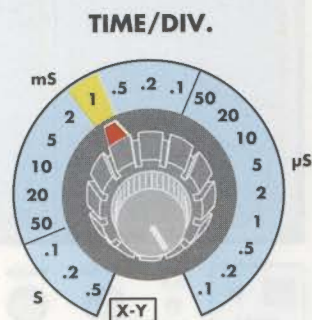
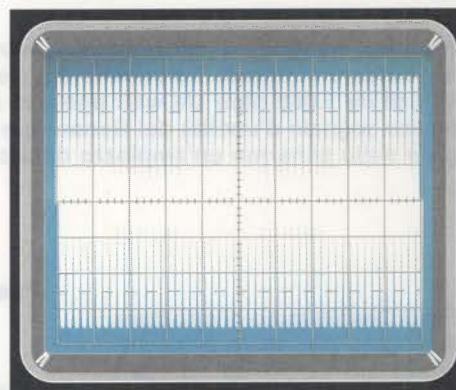

Fig.4 Ruotate il selettore del Time/div. sulla posizione 1 millisecondo per vedere un segnale come visibile nelle figg.8-9-10.
Fig.9 Aumentando la frequenza del Generatore RF ne troverete una che farà espandere la fascia orizzontale fino ad arrivare ad un massimo di circa 7 quadretti.
- ruotare il selettore **Time/div.** (vedi fig.4) sul tempo di **1 millisecondo** in modo da vedere sullo schermo un'ampia **fascia di segnale** (vedi fig.9), quando sull'ingresso dell'Oscilloscopio viene applicato il segnale prelevato dal **Generatore RF**;
Dopo aver predisposto l'**oscilloscopio** come abbiamo indicato, l'operazione successiva consisterà nel collegare **direttamente** il cavetto d'uscita del **Generatore RF** al **puntale della sonda** del nostro **oscilloscopio** e nel ruotare la manopola **RF Output** (segnale d'uscita) del **Generatore RF** fino a far apparire sullo schermo una **fascia di segnale** che copra circa **6-7 quadretti** in **verticale** come visibile in fig.9.
**E** = selettore della Base dei Tempi chiamato anche Time/div. (vedi fig.4)
(vedi fig.9), consigliamo di non toccare più la manopola RF Output del Generatore RF.
Raggiunta la **massima ampiezza** (vedi fig.9), continuando a ruotare la manopola di **sintonia** del **Generatore RF** il segnale tornerà ad **abbassarsi** (vedi fig.10).
La **frequenza** che ci ha permesso di raggiungere la **massima ampiezza** (vedi fig.9), corrisponde alla frequenza di **accordo**.
Fig.5 Per misurare il valore in microhenry o millihenry di una induttanza o di una impedenza, occorre collegare tra l'uscita del Generatore RF e il puntale dell'Oscilloscopio due resistenze da 1.000 ohm 1/4 watt poste in serie. Ruotate quindi la manopola "RF Output" (ampiezza segnale d'uscita) del Generatore RF in modo da ottenere un segnale che riesca a coprire sullo schermo un'ampiezza di circa 6-7 quadretti (vedi fig.9).
**MHz** = è il valore della **frequenza di accordo** espresso in **Megahertz**, che ci ha permesso di raggiungere il massimo livello (vedi fig.9) e poichè questo valore va espresso al **quadrato** nella formula compare l'espressione **MHz x MHz**.
Amesso di raggiungere la **massima ampiezza** (vedi fig.9) con una frequenza di **2,32 MHz**, possiamo affermare che l'**impedenza** ha un valore di:
In questi casi, per leggere la **frequenza di accordo** occorre solo ruotare la manopola dei **Volts/div.** portandola dagli attuali **50 mV**, su valori di **10-5 millivolt x quadretto**, oppure ruotare la manopola **RF Output** (segnale d'uscita) del **Generatore RF** fino a coprire sullo schermo un totale di **6-7 quadretti** in **verticale** come visibile in fig.9.
Ruotando lentamente la sintonia del **Generatore RF**, partendo sempre dalla frequenza **minima** per salire sulle frequenze più **elevate**, bisognerà cercare di individuare il valore che farà salire verso il suo **massimo** l'ampiezza del segnale (vedi fig.9).